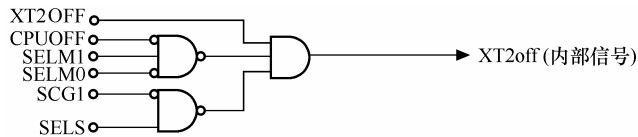

图 1-8 XT2 振荡器逻辑控制
(3) XT2 接 450kHz~8MHz 的标准晶体振荡器，此时振荡器要接负载电容，不用时可以关闭。图 1-8 为 XT2 振荡器逻辑控制图。